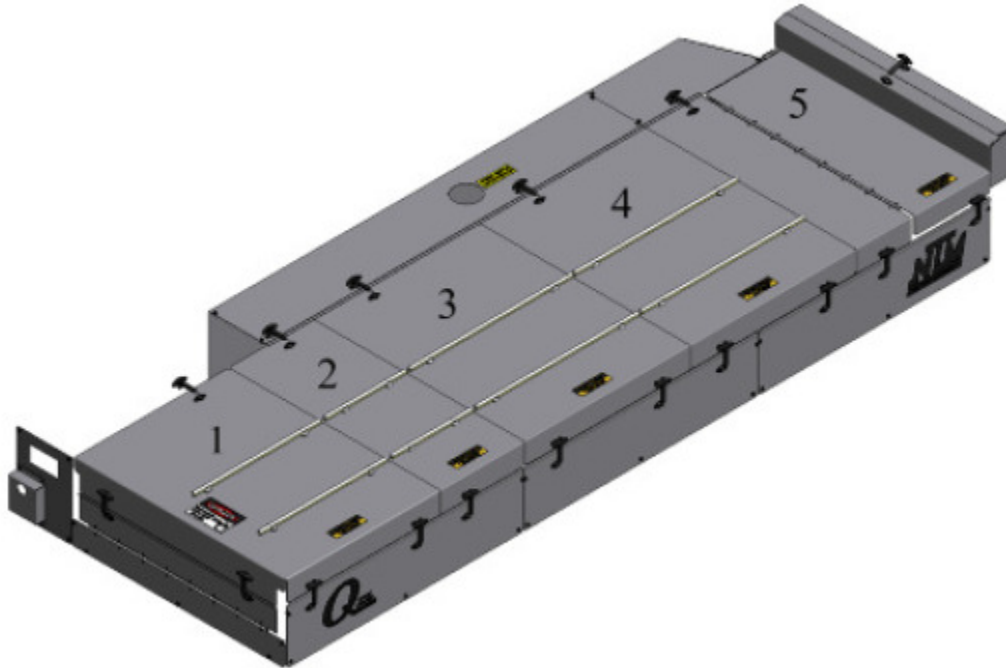

Ilustración 37: Removiendo cubiertas superiores.
1. Retire las cubiertas superiores 1, 2, 3, 4 y 5 (ilustración 37) y hágalas a un lado.